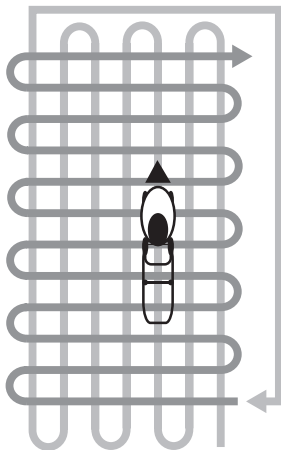

Рис. 20 Схема скашивания высокой и/или загущенной травы
5. При кошении в тяжелых условиях (п. 3,4) рекомендуется двигаться медленнее или проводить повторный покос с меньшей высотой скашивания. На Рис. 20 представлена схема движения газонокосилки при кошении высокой и/или загущенной травы.